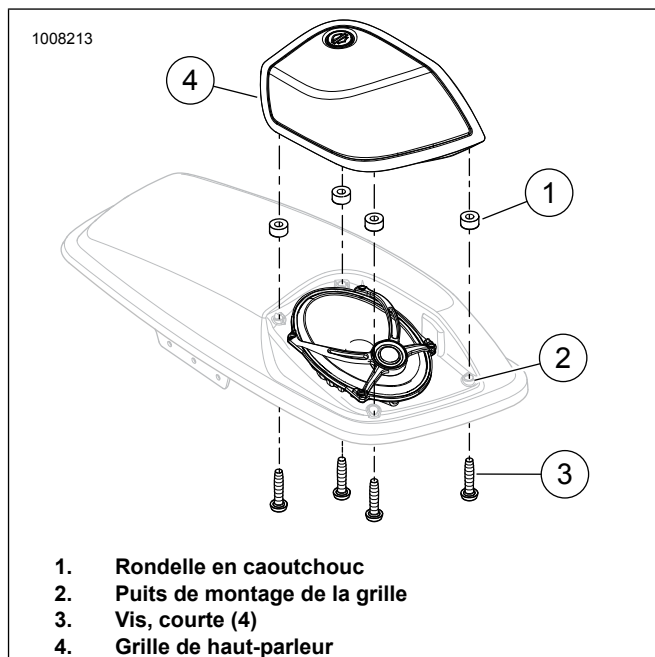

Figure 19. Pose et dépose de la grille
7. Voir la figure 19. Retirer les vis de la grille du haut-parleur (3). Conserver pour une utilisation ultérieure.
8. Retirer la grille de haut-parleur (4). Conserver pour une utilisation ultérieure.
9. Noter l'emplacement des rondelles en caoutchouc (1) pour une réutilisation.